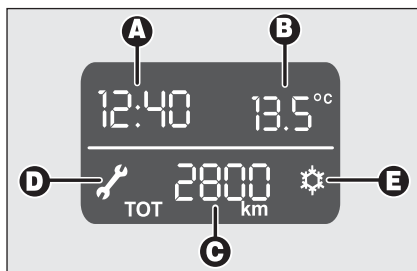

fig. 22
- ☐ Ora **A-fig. 22**;
- ☐ Scadenza manutenzione programmata (visualizzazione simbolo  **D-fig. 22**).
- ☐ Segnalazione possibile presenza ghiaccio su strada (visualizzazione simbolo  **E-fig. 22**).